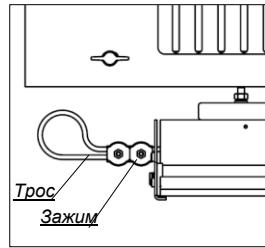
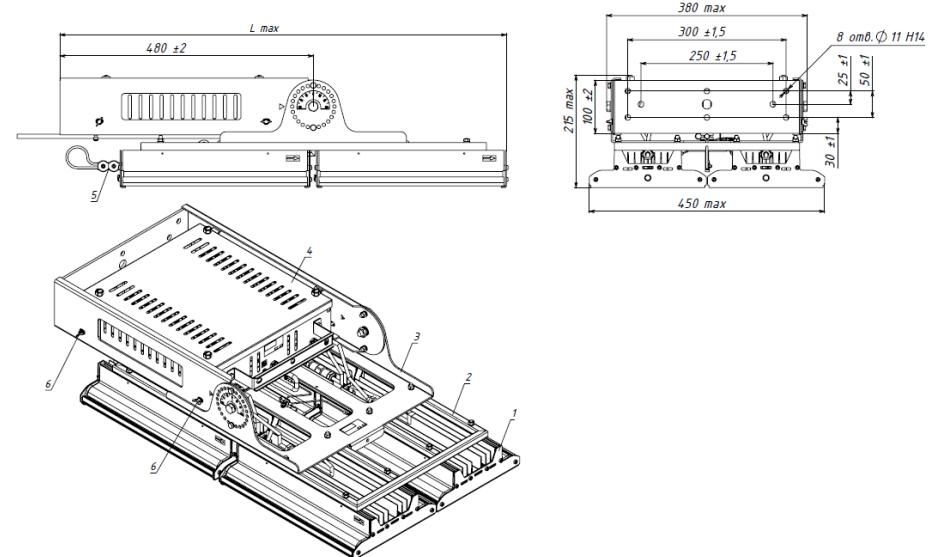
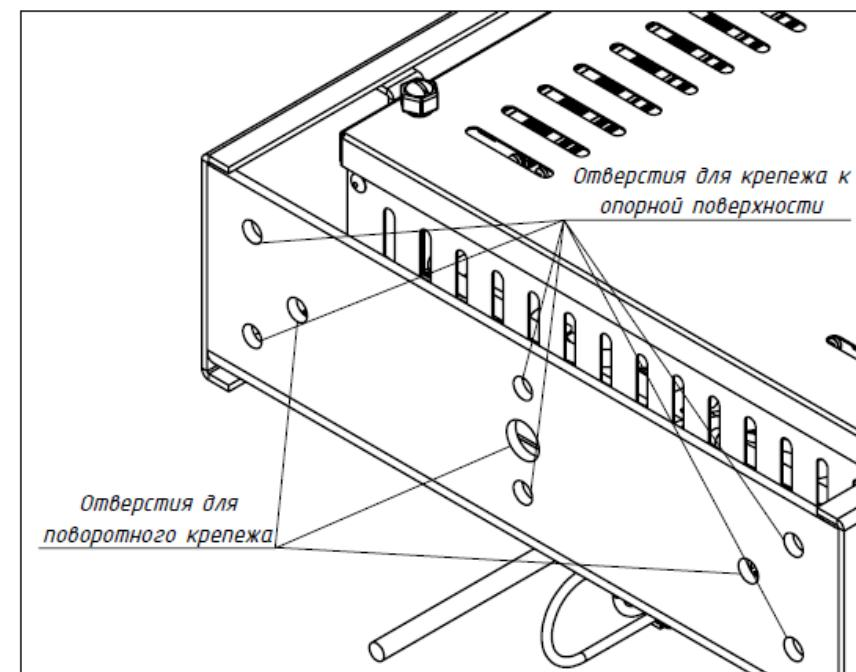

Рисунок 5
Рисунок 1
Рисунок 2
6.2.1 Закрепить лиру прожектора (рис. 1, поз. 3) к опорной поверхности. Для крепления лиры прожектора использовать отверстия диаметром 11 мм., равноудалённые от центра лиры на расстояние 150 мм. Крепёжные соединения должны быть затянуты с усилием не менее 30 Н· м. Крепёж в комплект поставки прожектора не входит. Рекомендуемый крепёж для крепления к металлоконструкциям (рис. 2):
6.2.2 Прожектор возможно установить на поворотные кронштейны. В таком случае, монтаж осуществляется в отверстия поворотного крепежа, два из которых, диаметром 11 мм, равноудаленные от центра лиры на расстояние 125 мм. и центральное отверстие диаметром 18 мм. (рис. 2). Рекомендуемый крепеж:
6.3 Прожектор состоит из нескольких сегментов: световой части (рис. 1, поз. 1), рамы (поз. 2), поворотной лиры (поз. 3), блока питания (поз. 4) и страховочного троса (поз. 5). Для подготовки прожектора к работе необходимо:
6.4 Обеспечение защиты от падения. Для исключения возможности падения прожектора, в случае не предусмотренных условиями эксплуатации механических нагрузок, в комплект прожектора входит защита от падения. Защита от падения (рис. 1 поз.5) должна быть установлена независимо от типа основного крепления прожектора. Защита от падения выполнена в виде троса с зажимом (рис.5). Порядок установки защиты от падения:
- диапазон регулировки прожекторов от 0 до 180° (рис. 5).